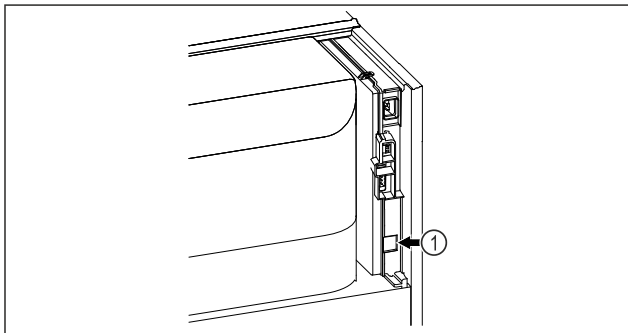

Fig. 83
- SmartModule Fig. 83 (1) este instalat.